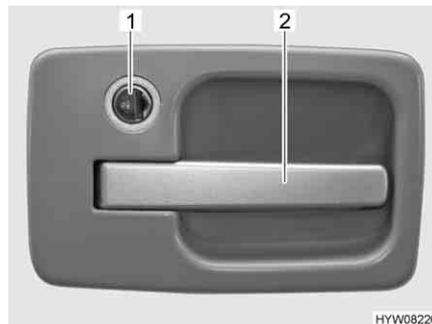

Bild 25 Türschloss Eingangstür, außen
- Schlüssel in Schließzylinder (Bild 25,1) stecken und auf Symbol "🔓" drehen. Das Türschloss ist entriegelt.
- Am Türgriff (Bild 25,2) ziehen. Die Tür ist geöffnet.
- Schlüssel in Schließzylinder (Bild 25,1) stecken und auf Symbol "🔒" drehen. Das Türschloss ist verriegelt.